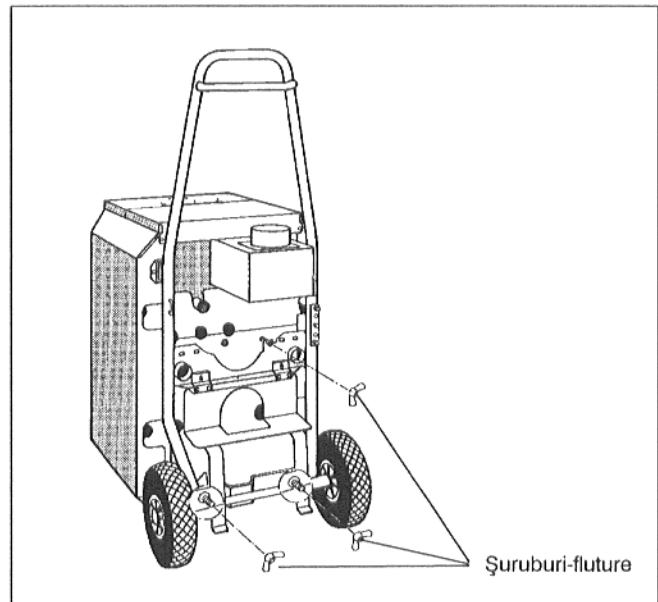

Fig. 4: Transport cu cărucior* pentru cazan (numai pentru cazanul G124 X)
- Numai la cazanul G124 X: Pentru transportul cu **cărucior***, cazanul trebuie prins cu trei șuruburi-fluture de cărucior (Fig.4);